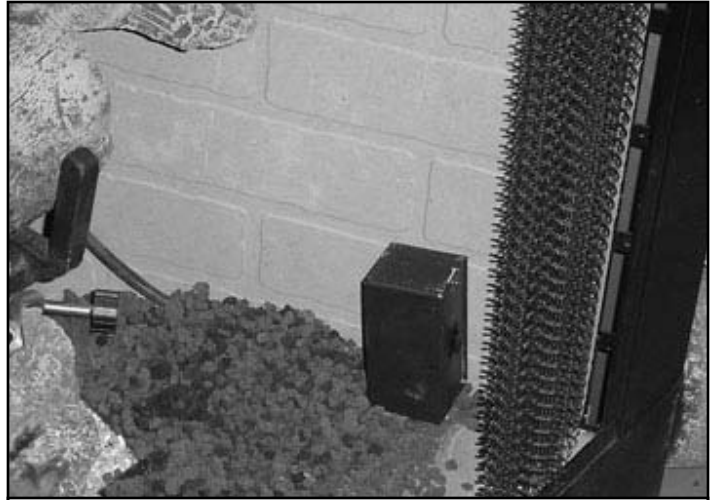

Figura 3 Interruptor para modelos REM
- Los modelos REM incluyen un interruptor. Coloque el interruptor lejos del calor en la esquina frontal de la cámara de fuego para que sea fácil de alcanzar. Vea la figura 3. El interruptor incluye una batería de 9V. Reemplace la batería cuando sea necesario retirando los tornillos del interruptor.